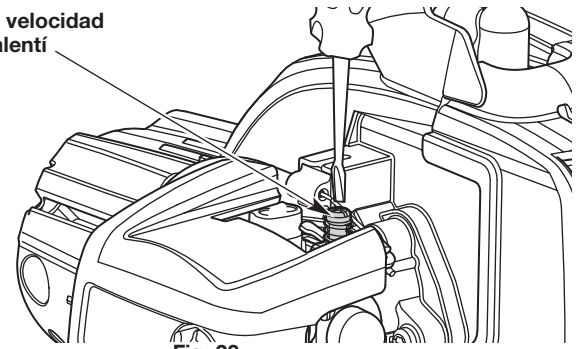

Fig. 23
2. Suelte el control del acelerador y deje que el motor funcione en ralentí. Si el motor se para, use un destornillador Phillips pequeño para girar el tornillo de velocidad de ralentí en el sentido de las agujas del reloj, 1/8 de giro cada vez (según sea necesario) hasta que el motor funciona al ralentí de manera uniforme (Fig. 23).
3. Si el motor funciona al ralentí demasiado rápidamente, gire el tornillo de velocidad de ralentí en el sentido contrario a las agujas del reloj, 1/8 de giro cada vez (según sea necesario) para reducir la velocidad de ralentí (Fig. 23).